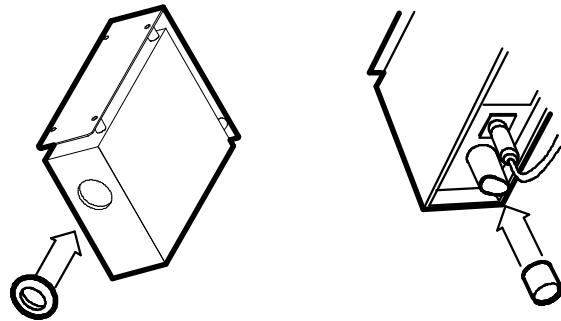

図10
- ① データ処理装置の電源を OFF (切) にします。
- ② 付属のゴムキャップを測定部の投・受光部及び換気ファンに取り付けてください。(図10)